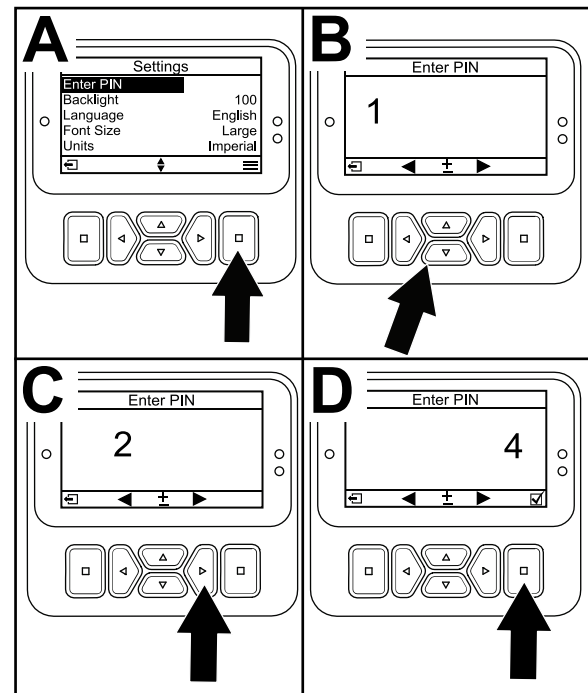

Bild 28
3. Drücken Sie für die Eingabe des PIN-Codes die auf/ab Navigationstasten Bild 28, bis die erste korrekte Ziffer angezeigt wird; drücken Sie dann die rechte Navigationstaste Bild 28, um auf die nächste Ziffer (B und C) zu gehen. Wiederholen Sie diesen Schritt, bis Sie die letzte Ziffer eingegeben haben.